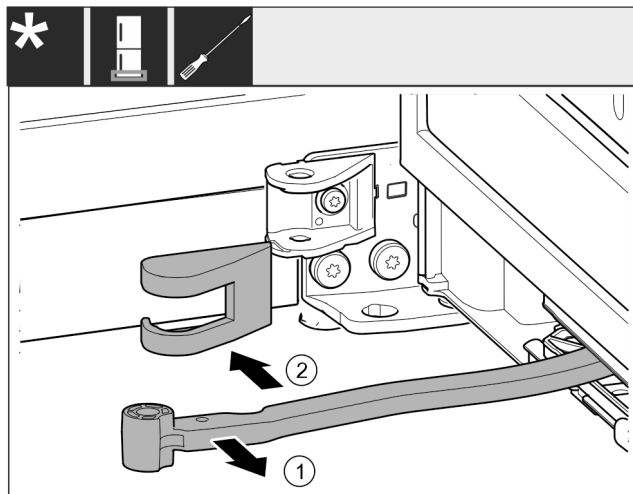

Fig. 16
- ▶ Zgibni del zavrtite v smeri vrat. Fig. 16 (1)
- ▶ Odstranite pokrov ležajnega podstavka. Fig. 16 (2)